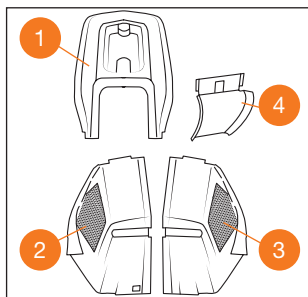

Рис. 9
1. Соедините две половины ❷-❸ нижней части травосборника совместите посадочные места и защелкните их фиксатором, установите верхнюю крышку травосборника ❶ на нижнюю часть и защелкните её фиксаторами (Рис. 9).
- Установите щиток **4** с внутренней стороны в направляющие нижней части травосборника и защёлкните его фиксаторами (Рис. 9).